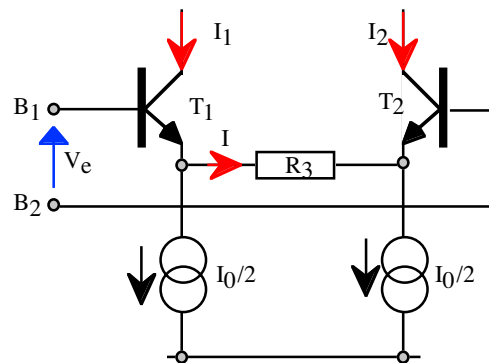
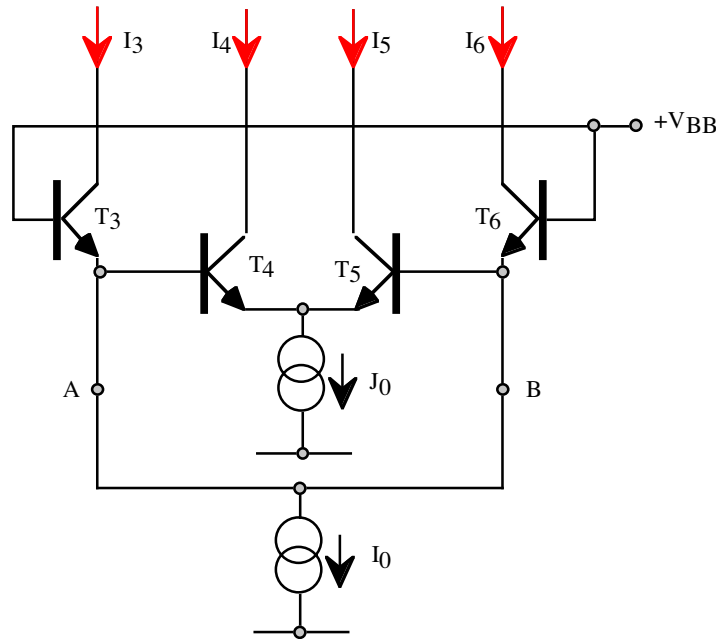
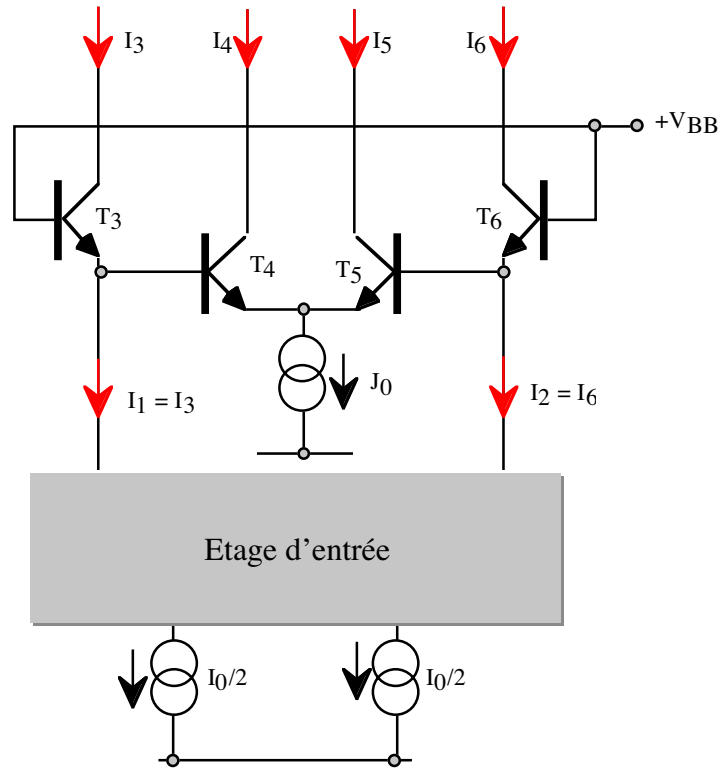

Figure 3
Figure 4
Figure 5
L'étage d'entrée de l'O.T.A. est donné en figure 3. Les courants I_1 et I_2 sont les courants de collecteur de deux transistors identiques T_1 et T_2 . Les deux générateurs de courant $I_0/2$ sont idéaux. V_e est la différence de potentiel appliquée entre les bases B_1 et B_2 .
Pour rendre la transconductance de l'O.T.A. à la fois réglable et assez forte, on emploie le montage de la figure 4 qui est un amplificateur de courant (imaginé par B. Gilbert).
4. On reprend alors l'étage d'entrée de la figure 3 et on l'intercale aux points A et B de l'amplificateur de Gilbert de la figure 4, ce qui donne la figure 5. Calculer alors la transconductance g_t de cet ensemble, définie par : $g_t = \frac{i_4 - i_5}{v_e}$.